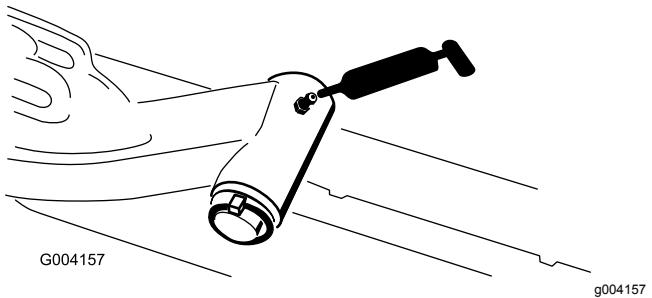

Figure 64
- Axe de pivot des bras de relevage (1 chacun) (Figure 64)